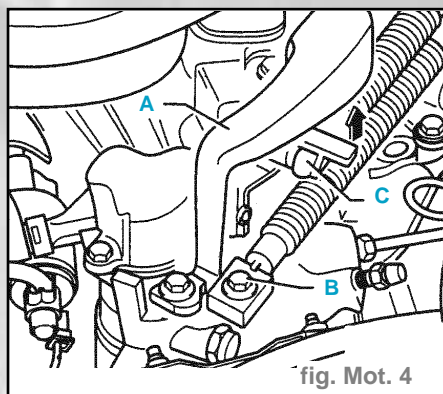

fig. Mot. 4
- Déposer la masse antivibratoire (A) et le câble de commande (B) du levier de passage des vitesses (fig. mot. 4)